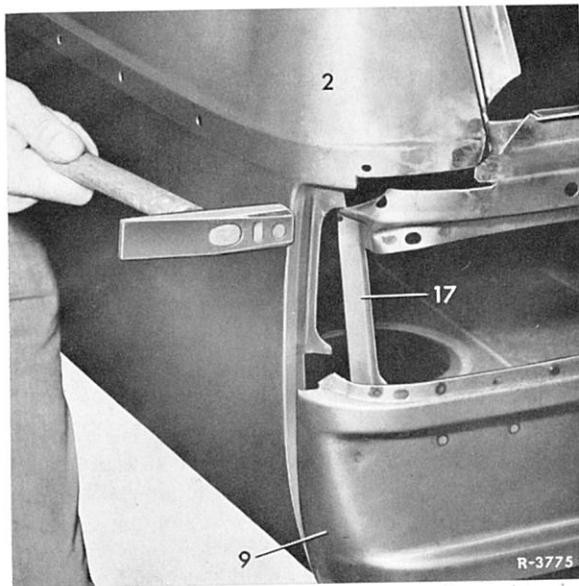

Bild 64–1/3
12 Neues Heckmittelstück (9) am Steg (17) der Heckleuchtaussparung links unten durchtrennen und Steg (17) nach innen wegbiegen (Bild 64–1/3).